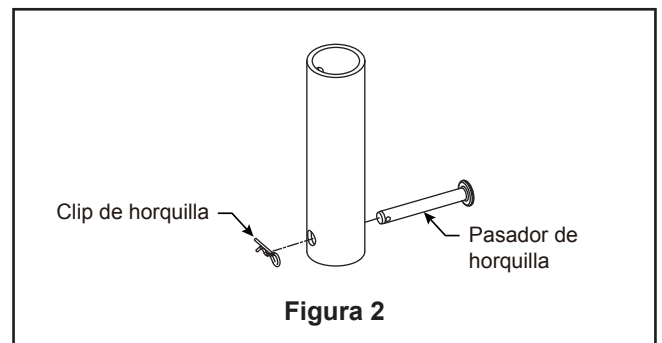

Figura 2
Uso de perfil profundo (Figura 2)
2. Retire el clip de horquilla y pasador de horquilla de la parte inferior de la bola para colgar. Retener el pasador y clip para la reinstalación en el paso 4. (Figura 2)